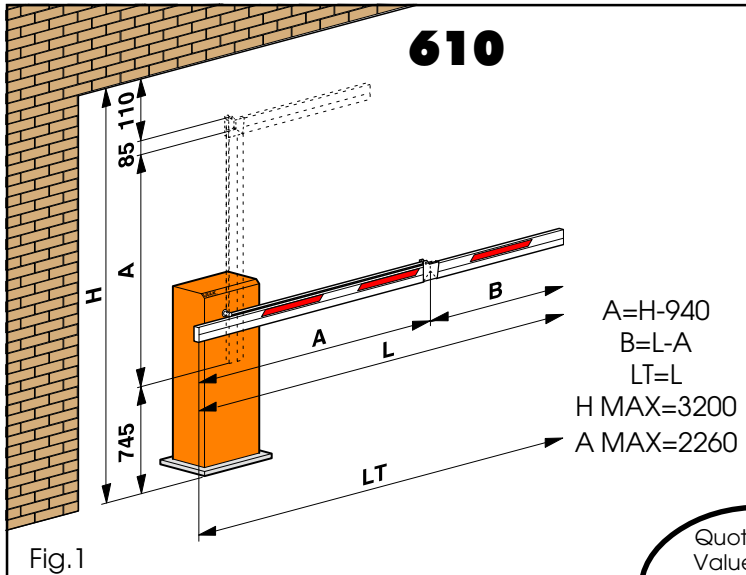

Fig.1
- 1) Calcolare la lunghezza delle due parti A e B come in fig. 1 o 2.
- 1) Calculate the length of the two parts A and B as shown in fig. 1 or 2.
- 1) Calculer les longueurs exactes des deux parties A et B de la lisse, comme indiqué dans les figs. 1 ou 2.
- 1) Die Länge der beiden Teile A und B, wie in Abb. 1 oder 2 veranschaulicht, berechnen.